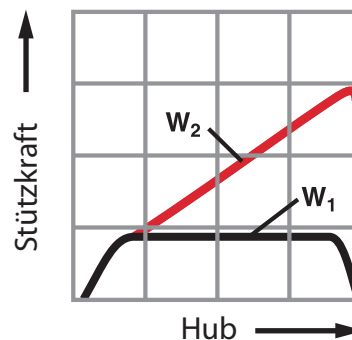

Abbildung 1
**Veränderung der Aufprallmasse:** Eine Erhöhung der Aufprallmasse (bei unveränderter Aufprallgeschwindigkeit) ohne vorherige Änderung der Einstellung bzw. der Drosselbohrung führt zu einer Erhöhung der Stützkraft am Hubende. Abbildung 1 stellt diese (unerwünschte) Kraftspitze, die zum Anschlagen an die Stoßdämpferendlage führt, dar. Diese Kraft wird dementsprechend auf die Montagekonstruktion und die Aufprallmasse übertragen.